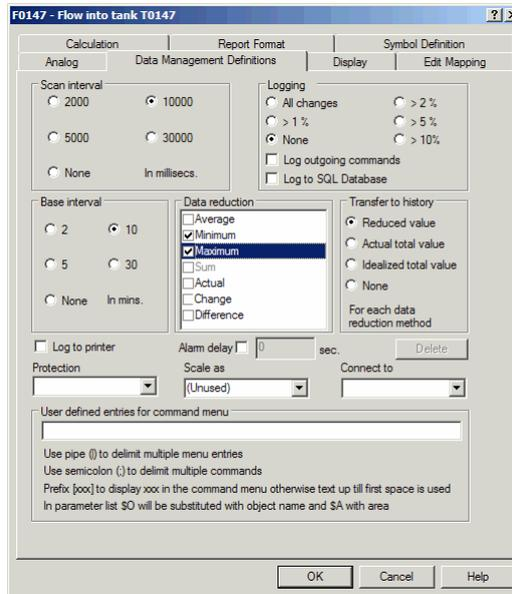

Рис. 3.36. На закладке **Data Management Definitions** определяются параметры сбора данных.
4. Выберите закладку **Data Management Definitions** и проделайте подборы, как показано на рис. 3.36.